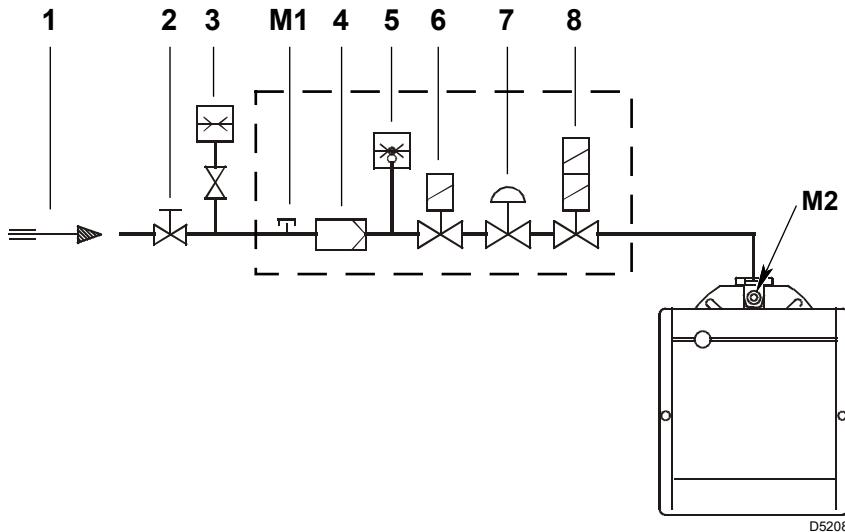

Fig. 16
#### Leyenda (Fig. 16)
Presión del gas medida en la toma M2)(Fig. 16 en la pág. 18), con:
- sustraer de la presión del gas en la toma M2)(Fig. 16 en la pág. 18) la presión en la cámara de combustión.
Presión del gas en la toma M2)(Fig. 16 en la pág. 18)= 10 mbar